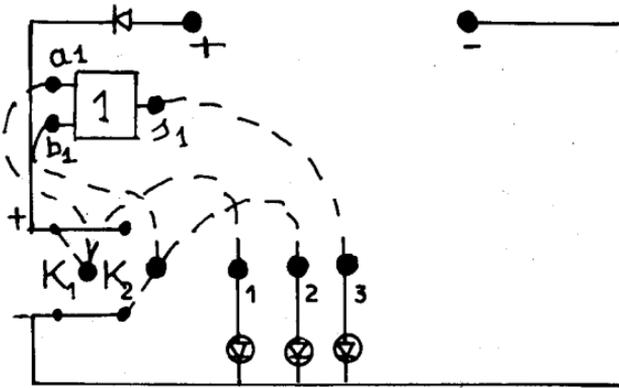

Fig. 5. — (Tirage).
On met une 3^e LED et on reliera la sortie à cette diode. Quand la diode brille (état 1), tout se passe comme si on avait relié (3) au +, quand elle est éteinte, comme si on avait relié (3) à la masse (fig. 5).
On passe à la réalisation du montage. Pour certains élèves, c'est l'échec car le repérage a été mal fait. On reprend point par point à l'aide de la fig. 5 :
Q'_1 : Complétez le schéma ci-après (schéma de la fig. 5) en mettant les fils qui permettent de faire fonctionner l'opérateur logique n° 1 et de visualiser son fonctionnement.